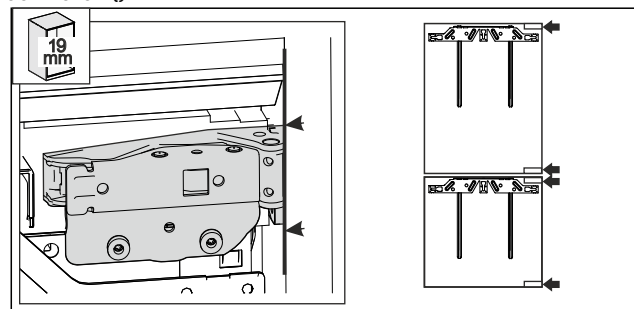

Fig. 61
- Parete laterale del mobile spessa 19 mm: il bordo anteriore delle cerniere è a filo con la parete laterale del mobile. Fig. 61 ()